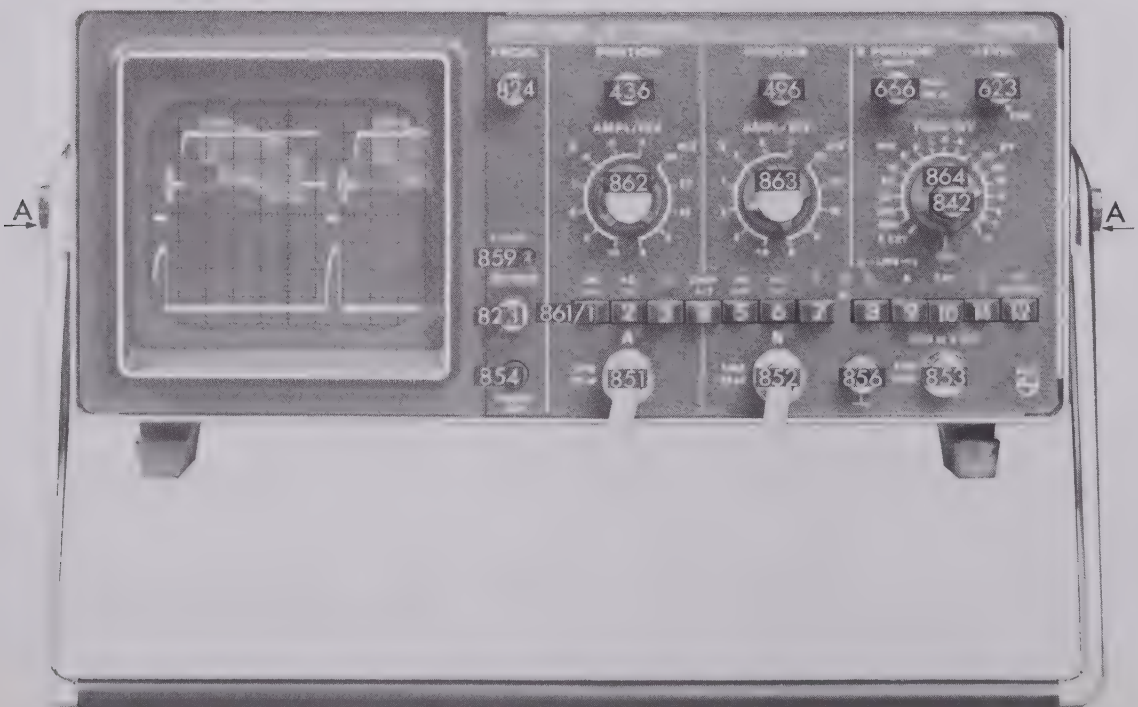

Abb. 2.2. Frontansicht mit Anzeige der Bedienungselemente
Das Gerät kann in horizontaler Lage, in vertikaler Lage, oder mit Hilfe des heruntergeklappten Tragbügels in verschiedenen gekippten Lagen aufgestellt und betrieben werden. Um den Tragbügel frei zu setzen, beide Schwenkknöpfe A (siehe Abb. 2.2) drücken.
2.1.6. Bedienungsorgane und Buchsen (Abb. 2.2.)